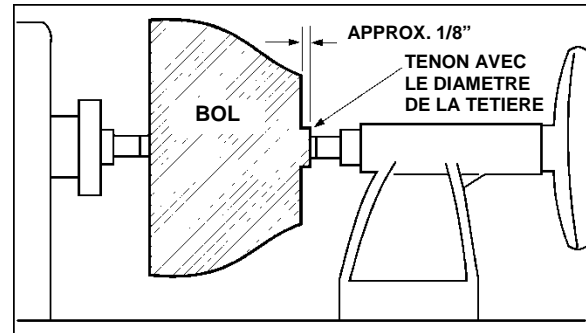

Figure 10-10
8. Tourner un tenon court (environ 1/8 po de long) de la taille du trou dans la têtère. Voir la Figure 10-10. Cela permettra de centrer la pièce à travailler quand la têtère sera attachée.